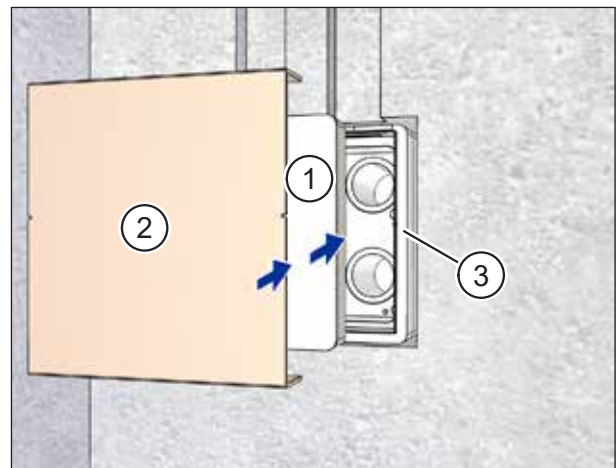

Abb. 22: Schutzdeckel und Putzschutzdeckel einsetzen
- ▶ Setzen Sie den Schutzdeckel (Pos. 1 in Abb. 22) in den Mauerkasten (Pos. 3 in Abb. 22) ein.
- ▶ Setzen Sie den Putzschutzdeckel (Pos. 2 in Abb. 22) in den Mauerkasten (Pos. 3 in Abb. 22) bis zum Anschlag ein.